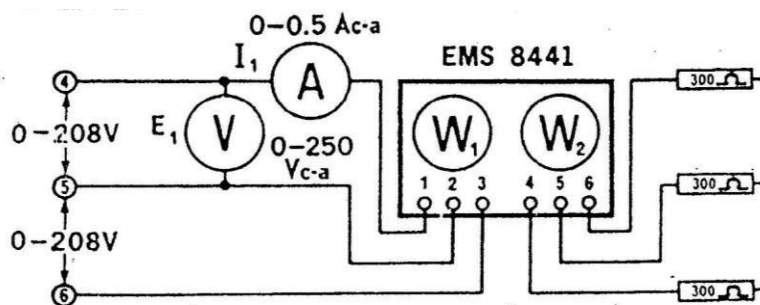

Figura 11
13. Conecte el circuito ilustrado en la figura 11, utilizando los Módulos EMS de wattmetro trifásico, fuente de alimentación, resistencia y medición de c-a.